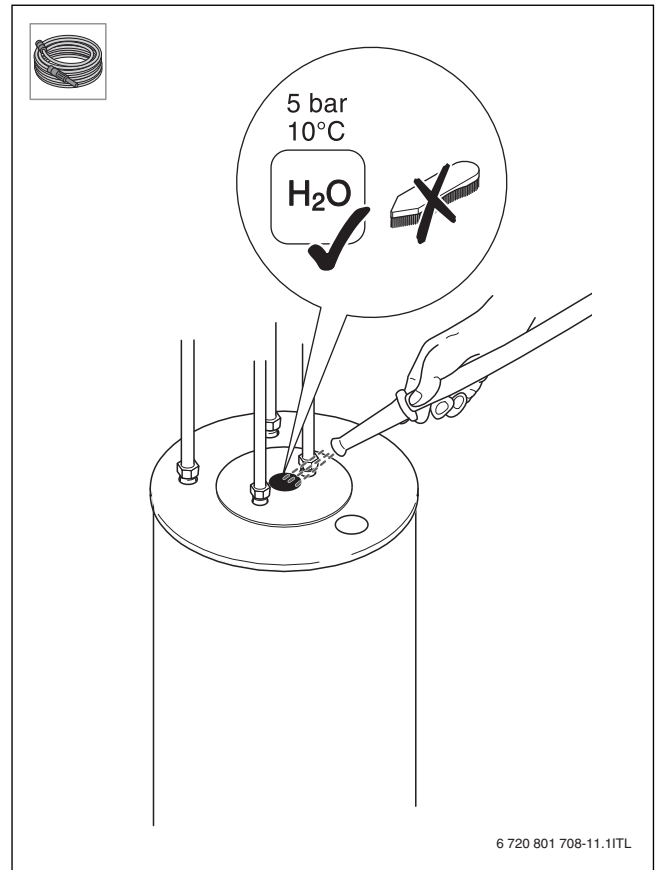

Fig. 16
- Rincer le ballon (   fig. 16, page 69).